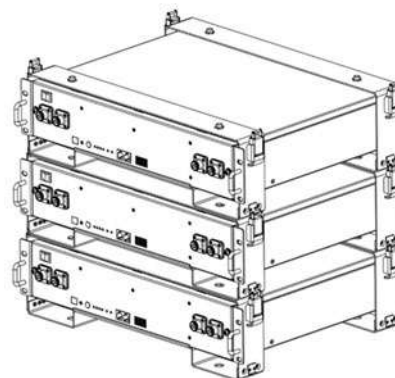

Figure3-7
4. Apilar el número necesario de de la batería y del soporte de combinaciones como se describen anteriormente, y apriete los hebillas superior e inferior. Como muestra la Figure3-7.